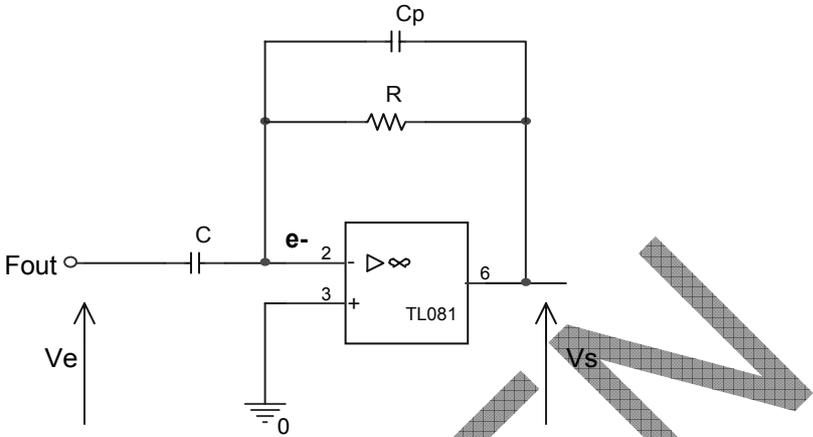

fig.10
- 6.3.2.1 Réaliser le schéma de la figure 10. (C sera câblé dans la zone adaptateur)